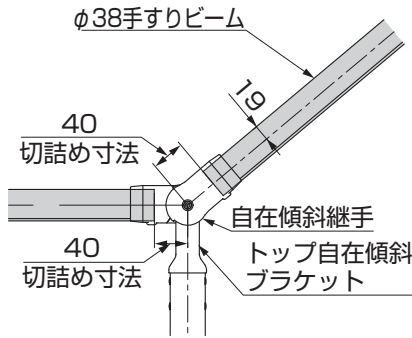

図1-1
- ① 図1-1を参照してφ38手すりビームを切詰めてください。